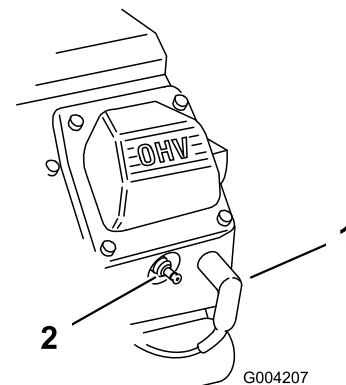

Bild 50
2. Ziehen Sie die Zündkerzenstecker ab (Bild 50).
3. Stecken Sie die Kabel auf die Zündkerzen (Bild 50).